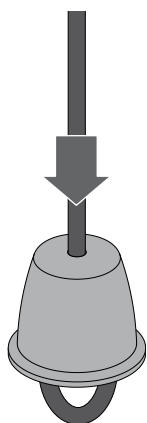

Fig. 1
- **Desbloqueo de cuerda interior (fig. 1):**